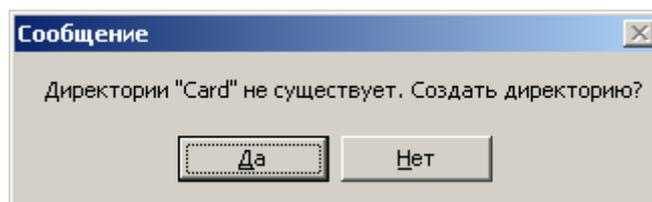

Рис.3 Сообщение о создании директории
1. Просмотр SD карты начинается с нажатия кнопки «Считать SD карту», по которому выполняется подключение к УПД-SD и считывание списка файлов на SD карте. Может появиться сообщение (рис.3) с предложением создать поддиректорию «Card» в рабочей директории, если последняя не была создана ранее, для копирования файлов с SD карты. При отказе файлы будут копироваться в рабочую или другую выбранную директорию¹.